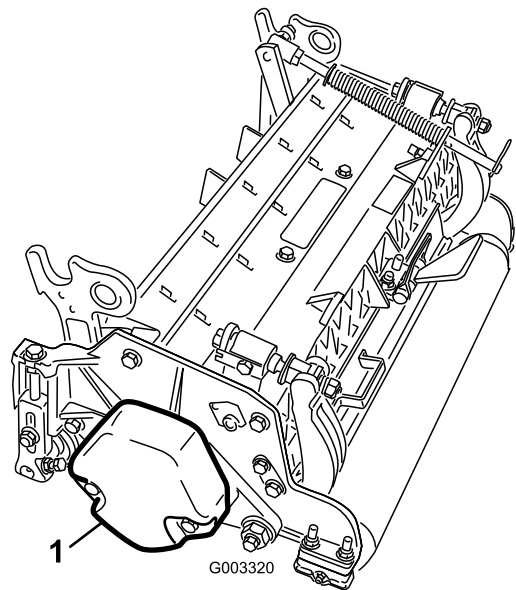

図 16
1. 2番、4番、6番カッティングユニットでは、カウンタ・ウェイトをカッティングユニットの左側に固定しているキャップスクリュー(2本)を取る。カウンタ・ウェイトを取り外す(図 16)。